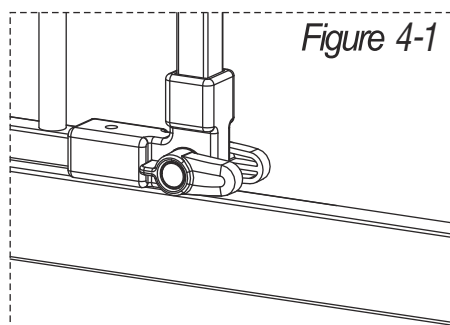
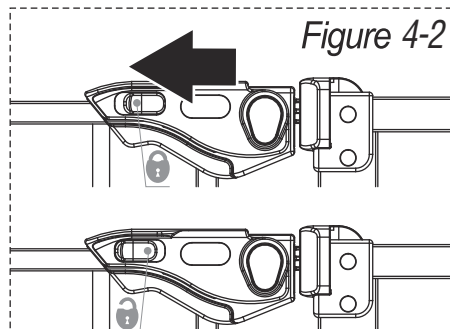

Figure 4-1
Figure 4-2
**Pour ouvrir** - Assurez-vous que les verrous de base au bas de la porte de la barrière sont en position horizontale (Figure 4-1). Tirez le verrou à ressort pour l'éloigner du loquet d'ouverture tout en soulevant simultanément le levier de verrouillage vers le haut (Figure 4-2 et 4-3). Cela libère le loquet de verrouillage du cadre de la porte et permet de pousser ou de tirer la porte pour l'ouvrir.